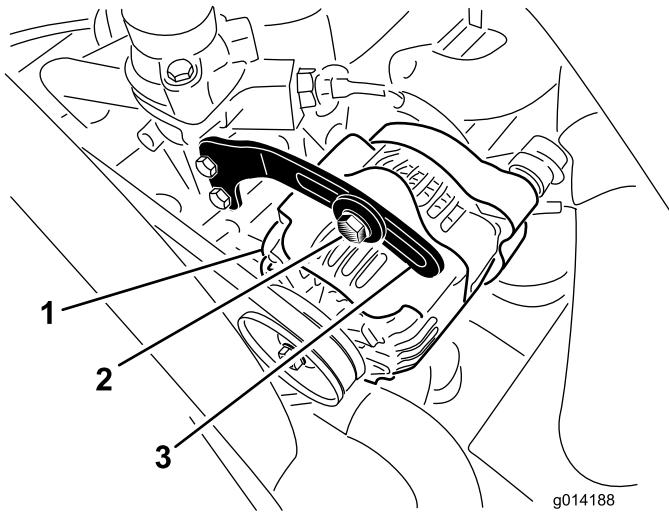

Figura 46
2. Verifique a tensão da correia do alternador, premindo-a (Figura 46) até metade entre as polias do alternador e do cárter com uma força de 10 kg.
3. Desaperte o parafuso que prende o suporte ao alternador (Figura 46) e o parafuso da articulação do alternador.